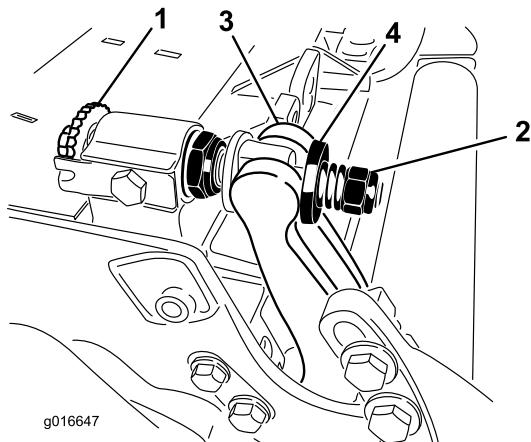

图30
1. 逆时针旋转底刀架调节螺丝将底刀后撤离滚刀图30。
2. 退出弹簧加压螺母直到垫圈不再对底刀架图30施压。